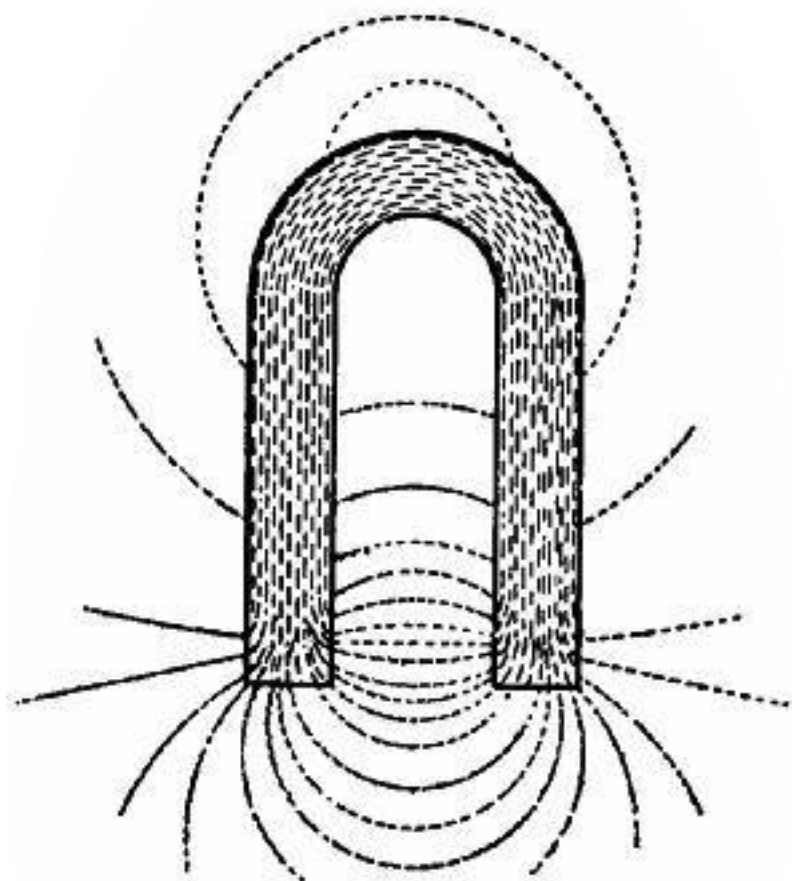

Рис. 50. Постоянный магнит и
Магниты бывают либо (1) прямыми, и в этом случае их называют стержневыми магнитами; либо (2) подковообразной формы, как показано на рис. 50 и 51. При изгибе магнита два полюса сближаются, и притяжение обоих может осуществляться одновременно к стальному или железному стержню.
На рис. 50 видно несколько пунктирных линий. Они называются *линиями магнитной силы*. Если вы положите лист бумаги на подковообразный магнит и посыплете его железной пылью, вы сразу заметите, как частицы выстраиваются в кривые, похожие по форме на те, что показаны на рисунке. Предполагается (это не может быть *доказано*), что магнитная сила исходит от северного полюса и описывает круговой курс по воздуху обратно к южному полюсу. То же самое замечание относится и к стержневому магниту.